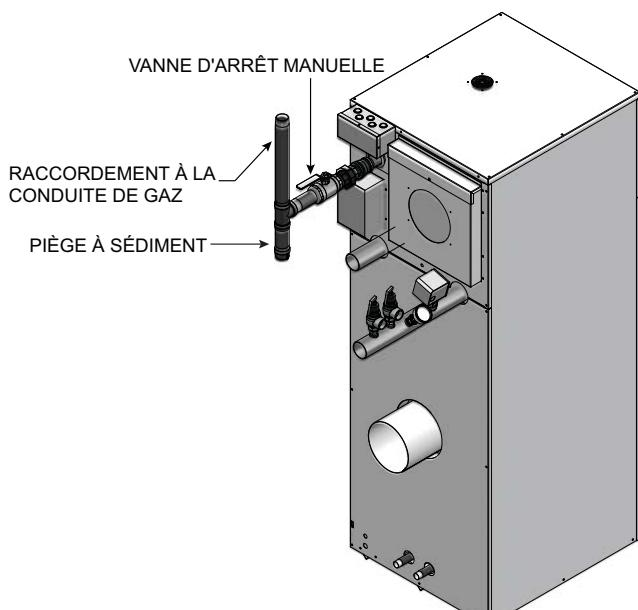

Figure 3-1 Raccordement de la conduite de gaz avec piège à sédiments (Collecteur) et vanne d'arrêt principale manuelle du gaz
3. Si une vanne d'arrêt manuelle supplémentaire est requise par les codes locaux, installez la vanne à l'extérieur de l'alimentation en gaz de l'appareil, comme illustré à la FIG. 3-1.
4. Un piège à sédiments (collecteur) DOIT être fourni à l'entrée du raccordement au gaz de l'appareil, voir FIG. 3-1.
4. Installez un piège à sédiment sur la conduite d'alimentation vers l'entrée de gaz de l'appareil (voir FIG. 3-1).